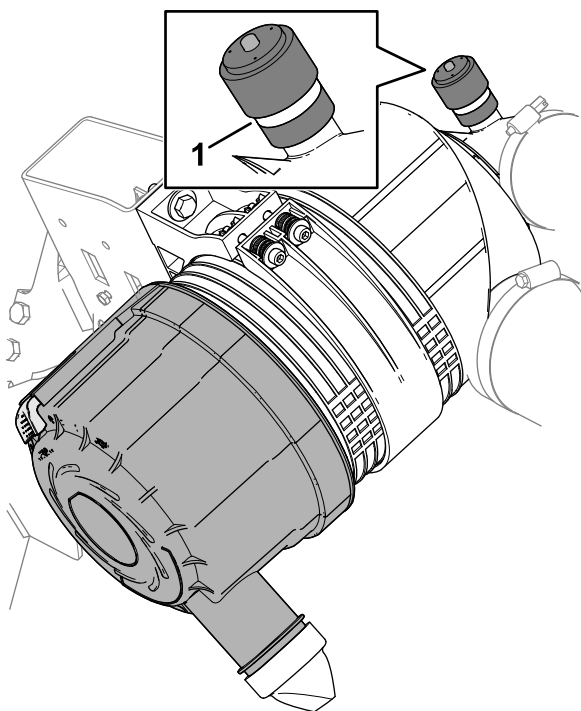

Рисунок 117
3. Проверьте индикатор обслуживания, расположенный на конце корпуса воздушного фильтра (Рисунок 117).